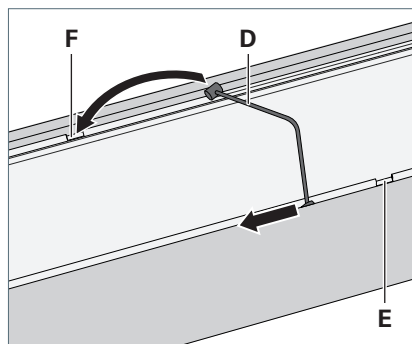

Fig. 3: Aggancio del cavo metallico all'apparecchio.
- ▶ Far passare un'estremità del cavo metallico **D** nell'apertura **E** sulla parte superiore dell'apparecchio, vedi Fig. 3.